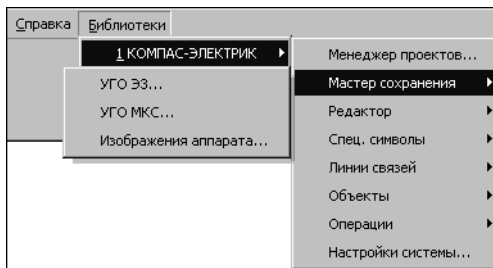

Рис. 11.1. Выбор Мастера сохранения УГО
2. Из меню Библиотеки выберите строку **КОМПАС-Электрик — Мастер сохранения** (рис. 11.1).